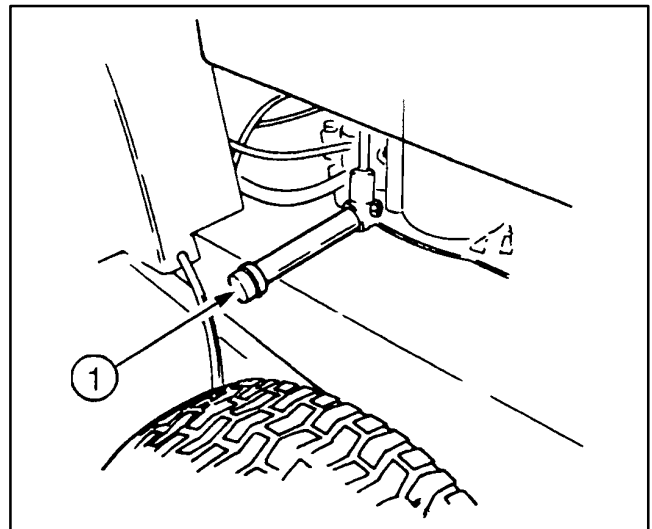

Abbildung 14
- Den Motor abstellen und eine Auffangwanne unter die Ablassschraube (Abb. 14) stellen. Die Ablassschraube entfernen und das Öl in die Wanne ablaufen lassen. Wenn kein Öl mehr fließt, die Ablassschraube wieder einsetzen.